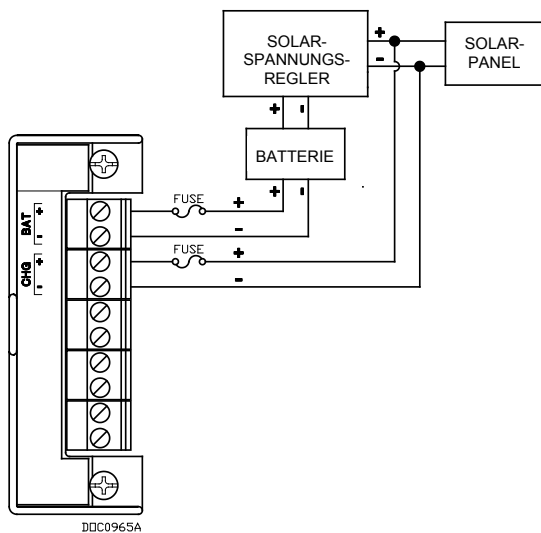

Abbildung 6. 12-V-Gleichspannungsversorgung und CHG+/CHG-Verkabelung
- Wenn eine externe Ladespannung (nur 12-VDC-Spannungsversorgungsmodul) überwacht werden soll, die Klemmen CHG+ und CHG- des Anschlussklemmenblocks verkabeln. Siehe *Abbildung 6.*